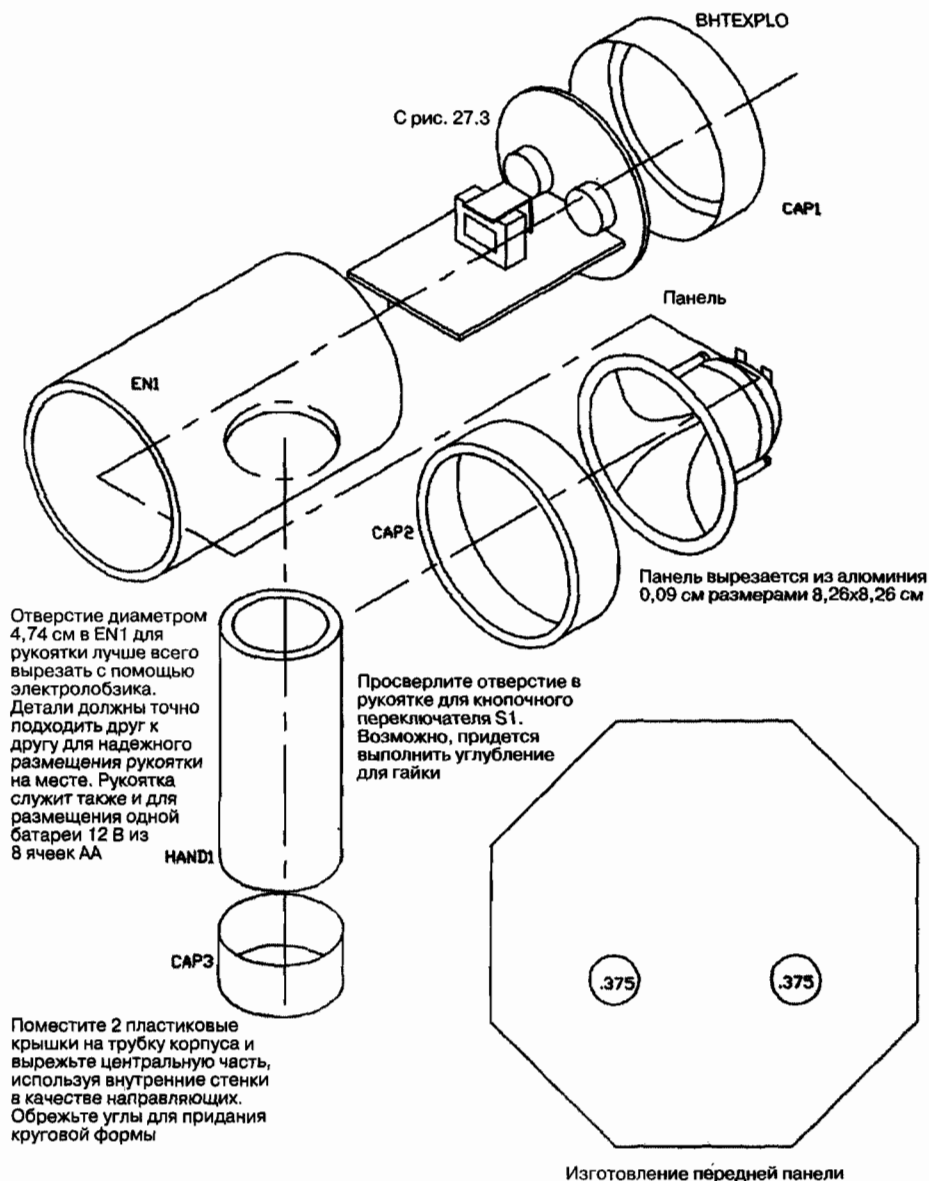

Рис. 27.5. Окончательный вид устройства в разобранном виде
1. Поверните оси переменных сопротивлений до упора по часовой стрелке. Установите последовательно 8 элементов питания AA в держатель в рукоятке ВН1, как показано на рис. 27.5. Имейте в виду, что использование лабораторного регулируемого источника питания, способного обеспечивать 12 В, 1 А постоянного тока, совмещенным
1. Вырежьте заднюю панель из алюминия 8,26×8,26 см. Выполните отверстия для органов управления (см. рис. 27.5).
4. Выполните окончательную сборку, сверившись с рис. 27.5.